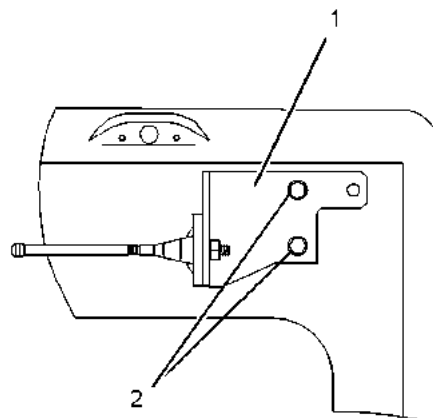

Ilustración 278
- b. Reinstale el soporte (1) con los pernos (2) que se encuentran en los dos orificios superiores del soporte. Consulte la ilustración 278.